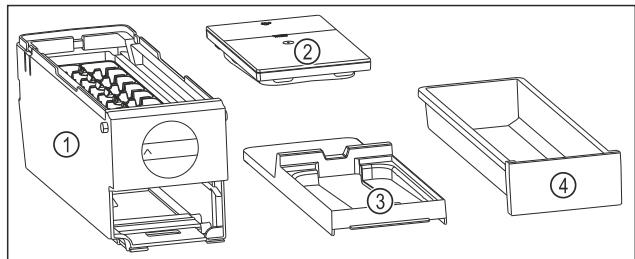

Fig. 113 Componente ale EasyTwist-Ice
- Dezasamblați EasyTwist-Ice numai în componentele ilustrate. (vezi Fig. 113)
- Curătați corpul EasyTwist-Ice Fig. 113 (1) ca un întreg.
- EasyTwist-Ice estedezasamblat în patru piese. (vezi Fig. 113)